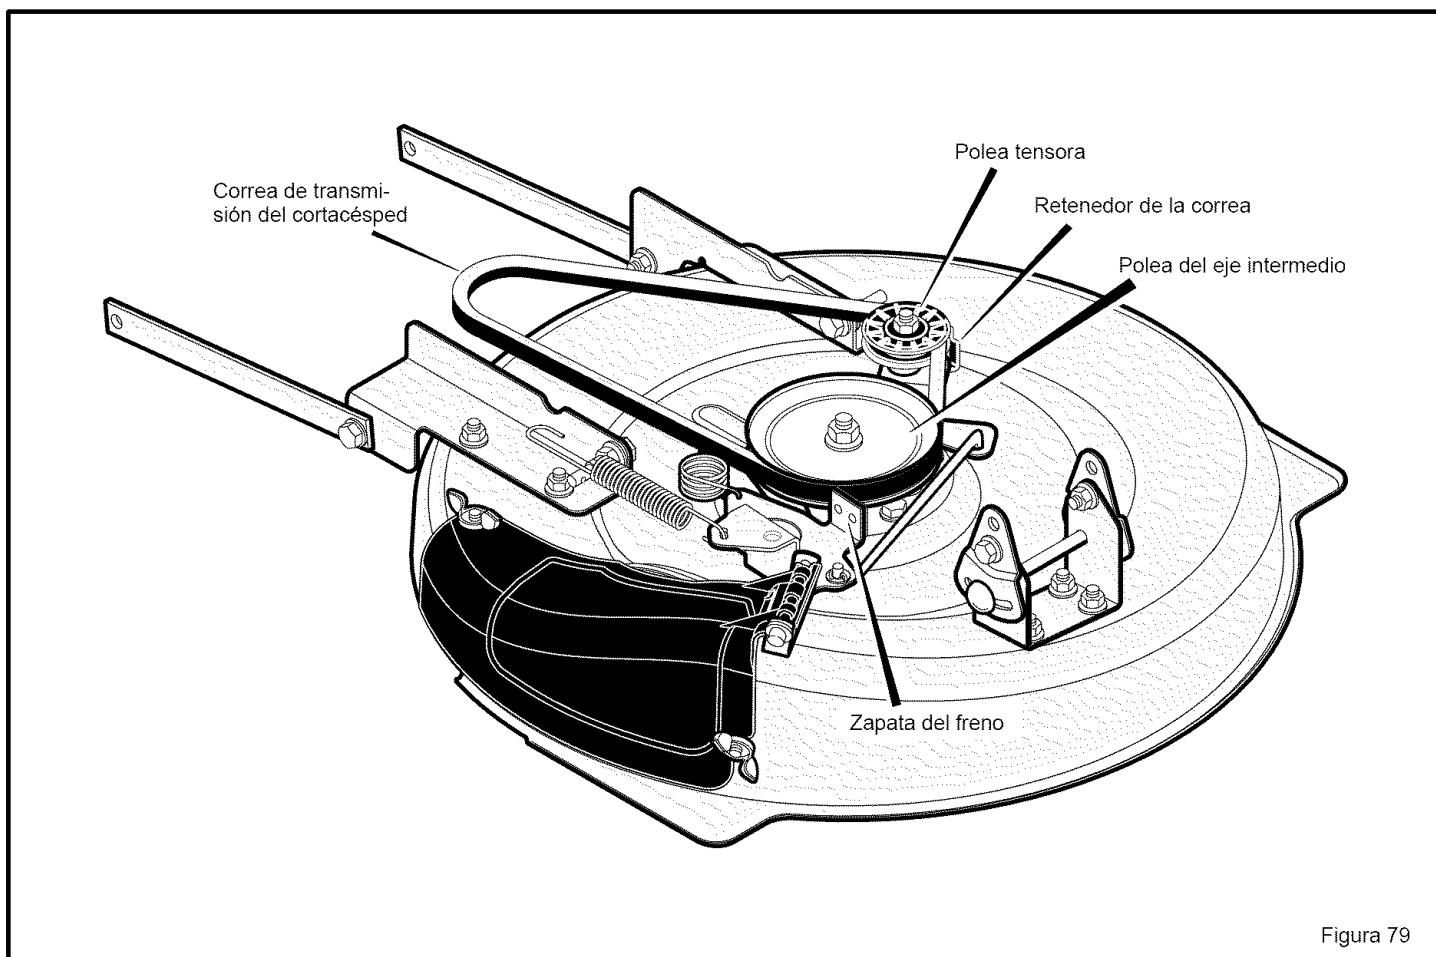

Figura 79
2. Separe el retenedor de la correa de la polea tensora y saque la correa de transmisión (Figura 79).